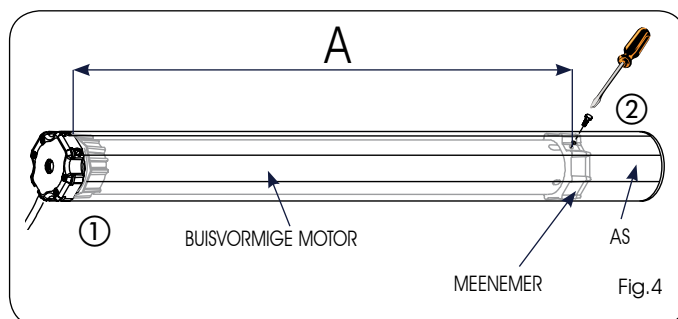

Fig.4
2) Plaats de geassembleerde buisvormige motor in de as vanaf de kant tegenover de eindstop, totdat de loopring helemaal in de as zit (Fig.4 ref.①).